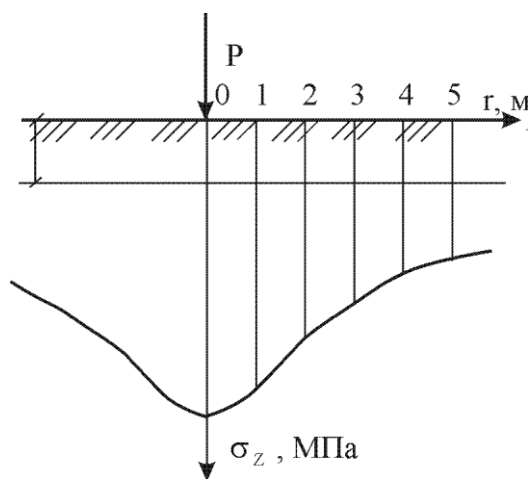

Рис.1
4.1. На поверхность массива грунта приложена сосредоточенная сила P . Определить значения вертикальных сжимающих напряжений σ_z в точках, расположенных по горизонтальной оси на глубине z и удаленных от линии действия силы P на расстояние $r=1,2,3,4$ и 5 м и построить эпюру этих напряжений (рис. 1).